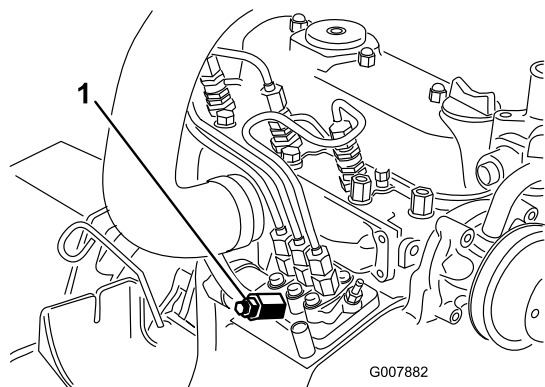

Figura 36
3. Mettete un cencio sotto la vite di spurgo dell'aria, sulla pompa d'iniezione del carburante, ed apritela (Figura 36).